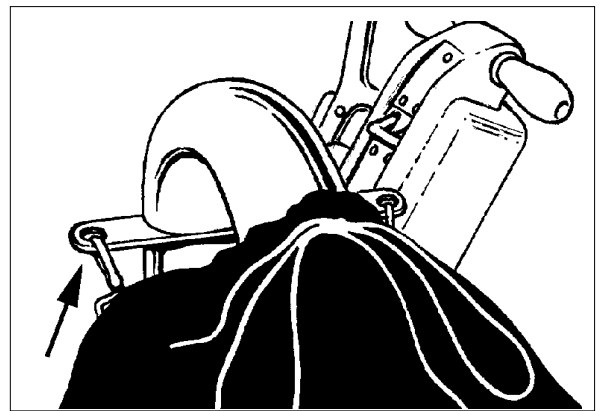

Figura 9
3. Sujete la bolsa de polvo al codo. (Consulte la figura 9). Cruce las tiras de la bolsa de polvo y ajústelas sobre el ensanche del codo. Envuelva la tira alrededor del codo y asegure.